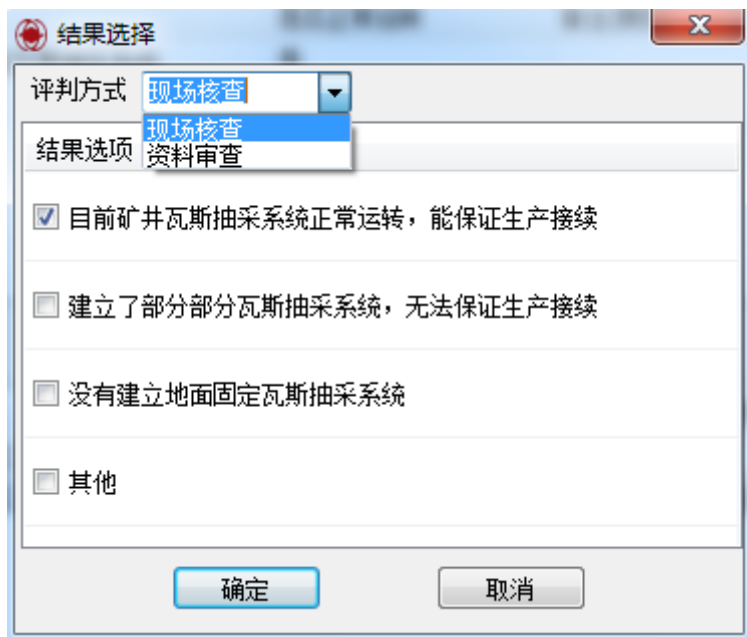

图 4-3 瓦斯抽采系统结果选择对话框
3. 点击“确定”将出现图 4-3 所示瓦斯抽采系统结果选择对话框。